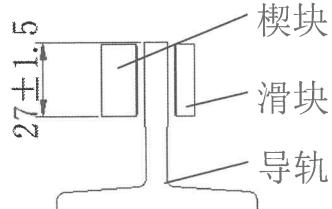

图 3
2.2.2. 楔块与导轨的距离为 $27\pm1.5\text{mm}$ (图 3)。